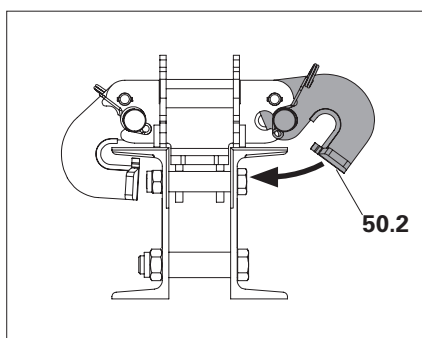

Fig. D5.05
2. Piegarlo in avanti il pattino di guida (50.2). (Fig. D5.05 + D5.05a)